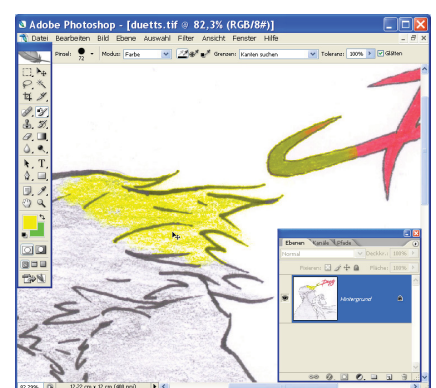

Abb. 11-57: Einfärben verschiedener Ursprungsfarben
- Zum Einfärben von Graustufenmotiven **MODUS = Farbe** verwenden (Abb. 11-57, links).
- Mit gedrückter **lMT** werden die Bildbereiche überstrichen, deren Farbe ersetzt werden soll. Die vorher vorhandene Farbe beeinflusst das Farbergebnis. In Abb. 11-57 wurden der rote Schriftzug und die Haare mit denselben Einstellungen (**MODUS = Farbe**, **GRENZEN = Konturen finden**, **Toleranz = 100%**) und derselben **Vg-FARBE** bearbeitet.